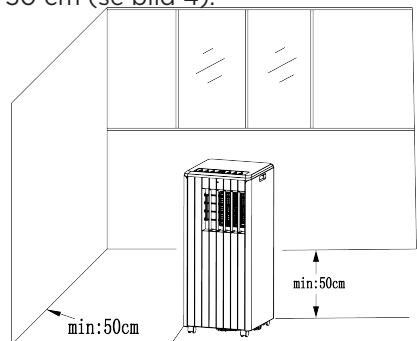

Bild 4
- Flytta maskinen med installerat värmerör och fästen framför fönstret, och håll ett avstånd mellan håljet och väggarna eller övriga objekt på minst 50 cm (se bild 4).